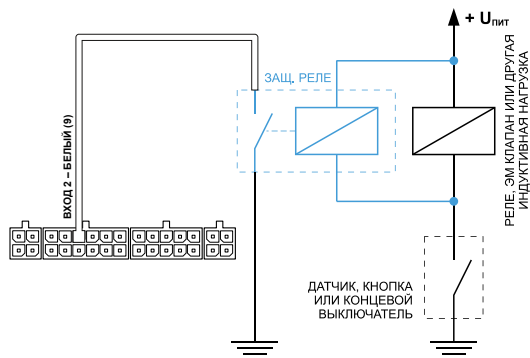

Рис.17. Схема подключения защитного реле
- 2. Защитное реле** (Рис. 17) – устанавливается параллельно индуктивной нагрузке. При этом контакты защитного реле служат для замыкания входа АСН на «массу».